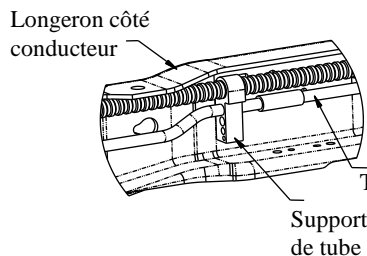
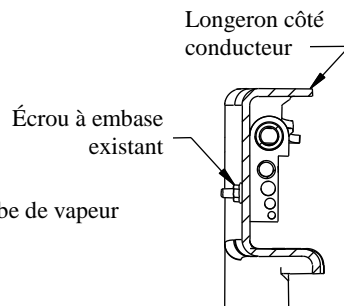
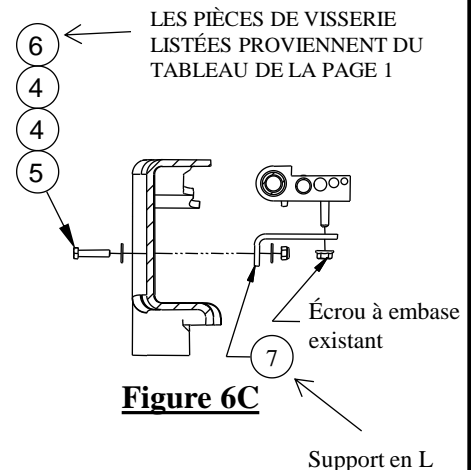

Figure 6A
Figure 6B
Figure 6C
2. **Sur véhicules équipés de moteur à gaz seulement - 2005 et plus récent.** Le tube de vapeur qui court sur l'intérieur du longeron côté conducteur doit être repositionné avant de poser le support côté conducteur. Voir la Figure 6a à la page précédente. Ôter l'écrou à embase de l'extérieur du cadre et le conserver pour usage ultérieur. Voir la Figure 6b. Faire pivoter les tubes vers le haut et de façon à libérer l'accès. Poser le support en L à l'aide de la visserie 1/4 po, comme illustré à la Figure 6c. Serrer le support en L contre le cadre, mais laisser du jeu au porte-tube pour faciliter la pose du support.